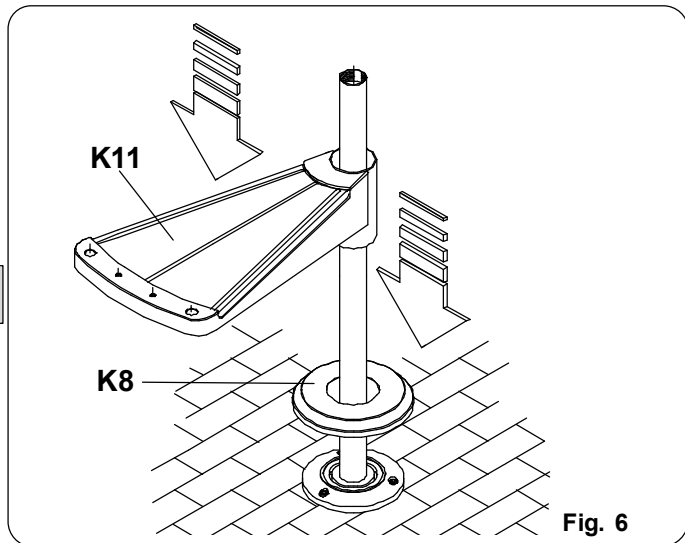

Fig. 6
- Prima di completare il montaggio di tutti gli spezzoni che compongono il palo, è opportuno iniziare anche ad inserire i vari elementi che comporranno la scala, (gradini, distanziali) procedendo al loro montaggio di pari passo con la composizione del palo stesso. Per prima cosa infilare il copripiastra **K8** e proseguire con il primo gradino **K11**, come indicato in fig. 6
- Before completing the assembly of all the segments composing the pile, it is advisable to start also inserting the various elements that will compose the staircase (steps, spacers) by assembling them gradually as the assembly of the pile proceeds. First of all, insert the **K8** plate cover and continue with the first **K11** step), as shown in fig. 6
- Avant de terminer le montage de tous les éléments constituant le mât, il est opportun de commencer à insérer aussi les différents éléments qui constitueront l'escalier (marches, bagues intermédiaires), en procédant à leur montage au fur et à mesure de la composition du mât. Commencer d'abord en enfilant le couvre-plaque **K8** et continuer avec la première marche **K11** comme indiqué fig. 6
- Bevor die Montage aller Spindelmastabschnitte komplettiert wird, sollte man auch beginnen, die verschiedenen Elemente einzustecken, aus denen die Treppe bestehen wird (Stufen, Distanzstücke); deren Montage sollte gleichzeitig mit dem Zusammenbau des Spindelmastes erfolgen. Zuerst den Plattendeckel **K8** einsetzen und dann mit der ersten Stufe **K11** fortsetzen, wie in der Abb. 6 gezeigt.
- Antes de completar el montaje de todas las secciones que componen el poste, es oportuno empezar a introducir también los diferentes elementos que compondrán la escalera (peldaños, espaciadores), procediendo a su montaje simultáneamente a la composición del propio poste. En primer lugar, introduzca el cubreplaca **K8** y siga con el primer peldaño **K11**, como se indica en la fig. 6.